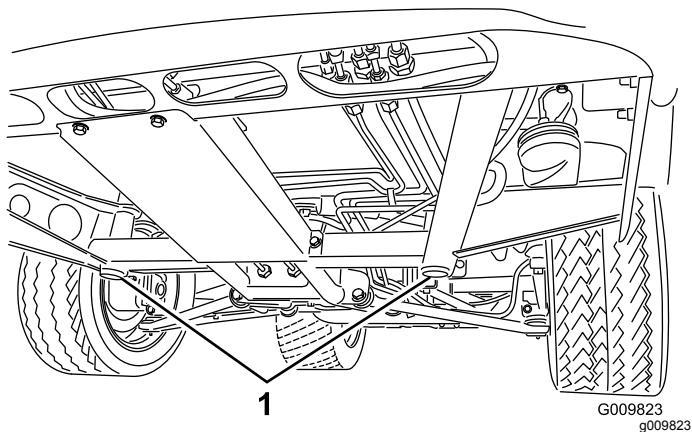
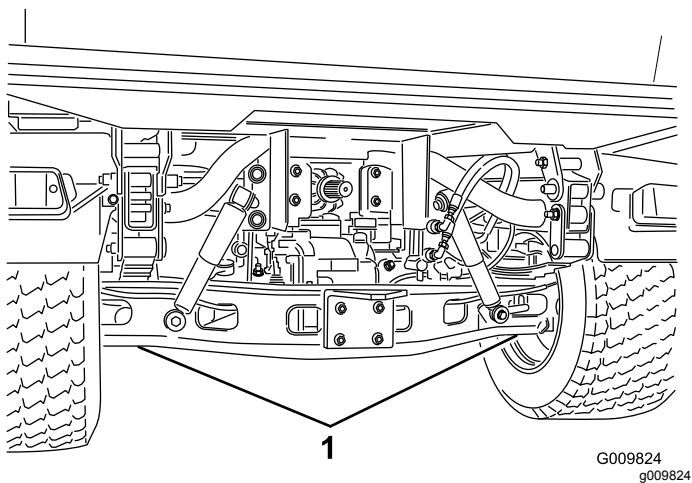

Figura 43
Figura 44
- O ponto de suspensão do macaco na parte dianteira da máquina fica situado por baixo do apoio central do chassis (Figura 43) e na traseira por baixo do eixo (Figura 44).